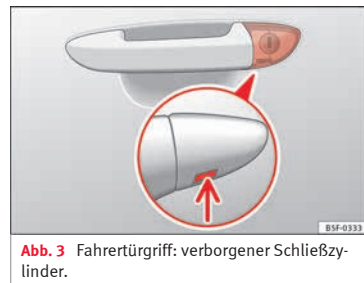

Abb. 3 Fahrtürgriff: verborgener Schließzylinder.
- Schlüsselbart am Fahrtürgriff von unten in die Öffnung der Abdeckkappe stecken » Abb. 3 (Pfeil) und Abdeckkappe von unten nach oben anheben.